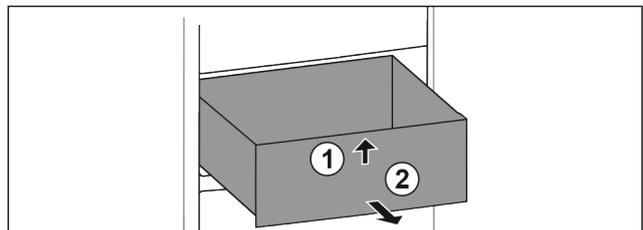

Fig. 78
- ▶ Schubfach vorne anheben. Fig. 78 (1)
- ▶ Schubfach nach vorne entziehen. Fig. 78 (2)